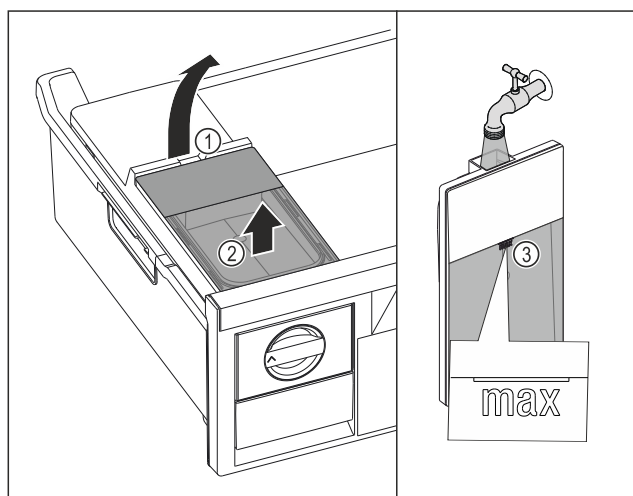

Fig. 76
- ▶ Watertank aan de uitsparing Fig. 76 (1) optillen.
- ▶ Watertank naar boven toe verwijderen. Fig. 76 (2)
- ▶ Watertank tot de markering Fig. 76 (3) vullen met drinkwater.